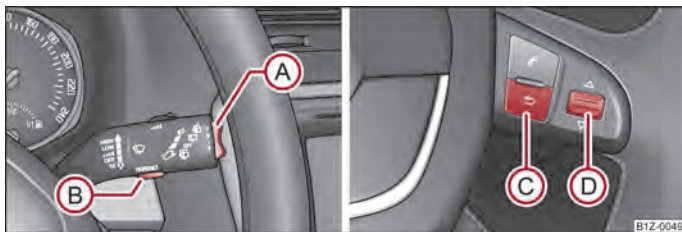

Fig. 6 Indicatorul multifuncțional: Elementele de comandă de la maneta de acționare a ștergătoarelor/elementele de comandă de pe volanul multifuncțional
Comutarea între memorii are loc de la tasta (B) ⇒ fig. 6 de pe maneta de acționare a ștergătoarelor sau cu ajutorul tastei (D) de pe ⇒ fig. 6 volanul funcțional.
Tasta basculantă **A** și tasta **B** se găsesc în maneta de acționare a ștergătoarelor de parbriz ⇒ fig. 6. Comutarea și resetarea de la volanul multifuncțional are loc de la roțița **D**.
Când temperatura scade sub +4 °C, în fața valorii temperaturii apare simbolul unui fulg de nea (avertizare pentru polei) și se emite un semnal sonor de avertizare. După apăsarea tastei basculante **A** de pe maneta ștergătoarelor ⇒ fig. 6, respectiv a tastei **C** de pe volanul multifuncțional ⇒ fig. 6, se afișează funcția care a fost afișată ultima dată. ►
Pe afișaj apare durata de deplasare de la ultima ștergere a memoriei. Dacă doriți să cronometrați timpul de deplasare de la un anumit moment înainte, trebuie să resetați memoria pe zero în acel moment, apăsând tasta  de pe maneta ștergătoarelor ⇒ fig. 6 sau roțița  de pe volanul multifuncțional ⇒ fig. 6 pentru mai mult de 1 secundă.
Dacă doriți să măsurați consumul de combustibil mediu pentru o anumită perioadă de timp, la începutul măsurării trebuie să resetați memoria pe zero, de la tasta  de pe maneta ștergătoarelor de parbriz, ⇒ fig. 6 sau de la roțița  de pe volanul multifuncțional ⇒ fig. 6. După ștergere, în primii 100 metri, pe display se vor afișa linii.
Pe afișaj apare distanța parcursă de la ultima ștergere a memoriei ⇒ pagina 14. Dacă doriți să calculați distanța parcursă începând cu un anumit moment, trebuie să resetați memoria pe zero în acel moment, apăsând tasta  ⇒ fig. 6 de pe maneta ștergătoarelor, sau roțița  de pe volanul multifuncțional ⇒ fig. 6.
Pe afișaj apare viteza medie în km/h de la ultima ștergere a memoriei ⇒ pagina 14. Dacă doriți să măsurați viteza medie pentru o anumită perioadă de timp, la începutul măsurării trebuie să resetați memoria pe zero, de la tasta  de pe maneta ștergătoarelor de parbriz ⇒ fig. 6 sau de la roțița  de pe volanul multifuncțional ⇒ fig. 6.
- De la tasta (A) de pe maneta ștergătoarelor de parbriz ⇒ fig. 6 sau de la roțița (D) de pe volanul multifuncțional ⇒ fig. 6 selectați punctul de meniu **Avertizare la depășirea vitezei**.
- De la tasta (B) de pe maneta ștergătoarelor de parbriz sau de la roțița (D) de pe volanul multifuncțional activați posibilitatea de setare a limitei de viteză (valoarea clipește).
- De la tasta (A) de pe maneta ștergătoarelor de parbriz sau de la roțița (D) de pe volanul multifuncțional reglați limita de viteză dorită, de exemplu 50 km/h.
- De la tasta (B) de pe maneta ștergătoarelor de parbriz sau de la roțița (D) de pe volanul multifuncțional confirmați limita de viteză dorită, sau așteptați circa 5 secunde, iar setarea se va memora automat (valoarea încetează să mai clipească).